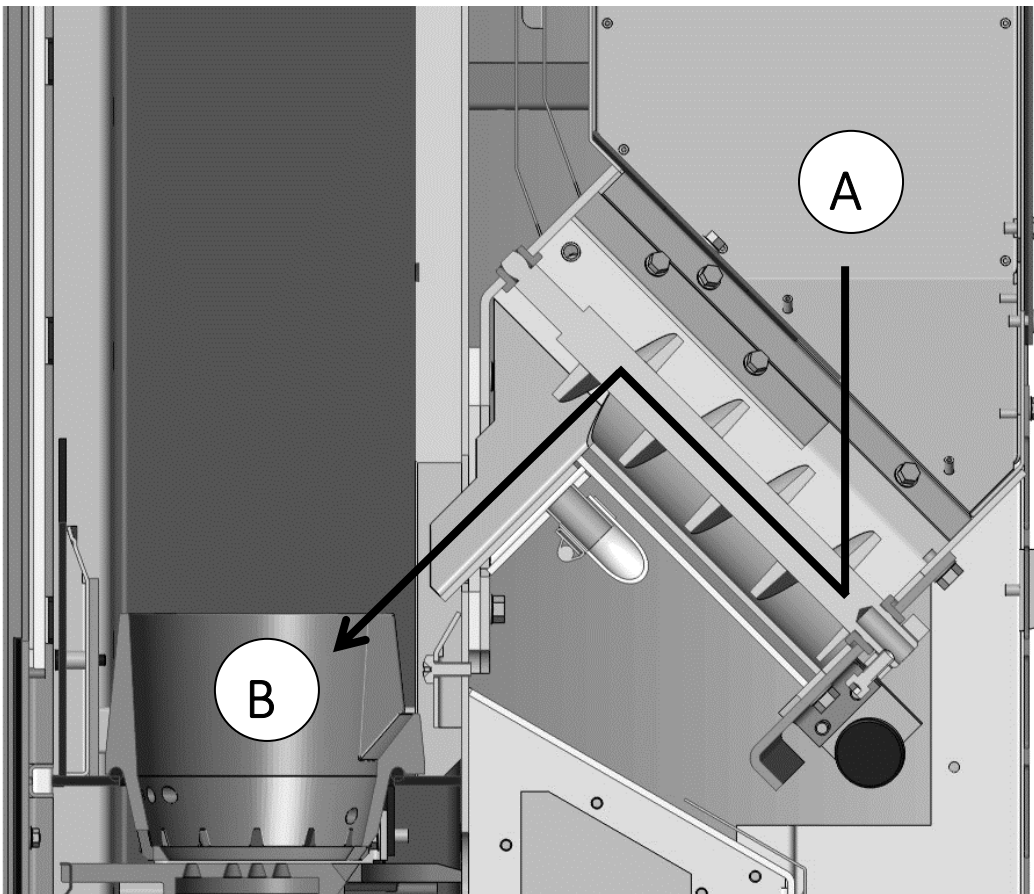

Abb. 43: Pellettransport im PO 03
Wurden zum ersten Mal Pellets eingefüllt bzw. ist die Förderschnecke ganz leer gelaufen, so müssen die Pellets (Abb. 43) erst durch die Förderschnecke transportiert werden, bis sie in den Brennertopf (B) fallen können. In diesem Fall kann der Startvorgang / Zündung fehlschlagen, weil die Pellets zu spät in den Brennertopf fallen. Um dies zu vermeiden wie nachfolgend beschrieben vorgehen. Dieser Vorgang dauert ca. 3-4 Minuten und muss auch jedes Mal wiederholt werden, wenn der Pelletbehälter (A) ganz leer gelaufen ist.